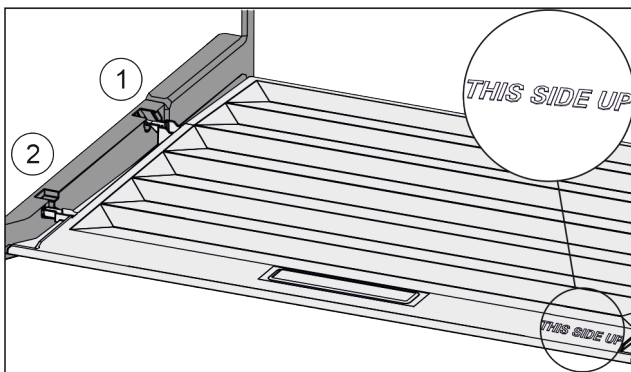

Fig. 76
- ▶ Inserire le nervature del coperchio attraverso l'apertura del supporto posteriore Fig. 76 (1) e innestare anteriormente nel supporto Fig. 76 (2).